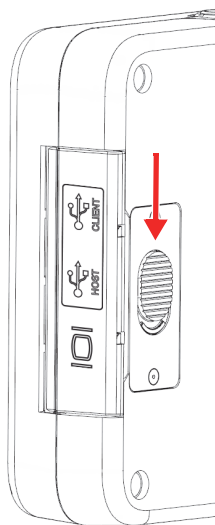

Рис. 3-3 Кнопка деблокировки крышки порта данных
1. Нажмите на кнопку деблокировки крышки и передвиньте ее вниз, чтобы разблокировать крышку порта вывода данных (см. Рис. 3-3 на стр 44).